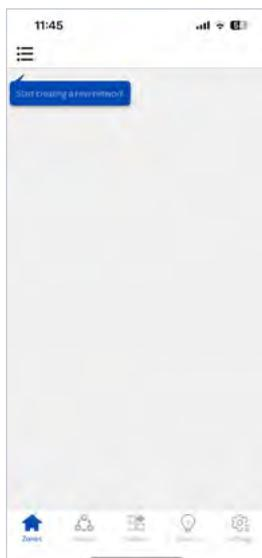

Figure 3.1 Zone page
1. Créez un réseau en cliquant sur  le coin gauche de la zone (voir figure 3.1) et créez un réseau en cliquant sur